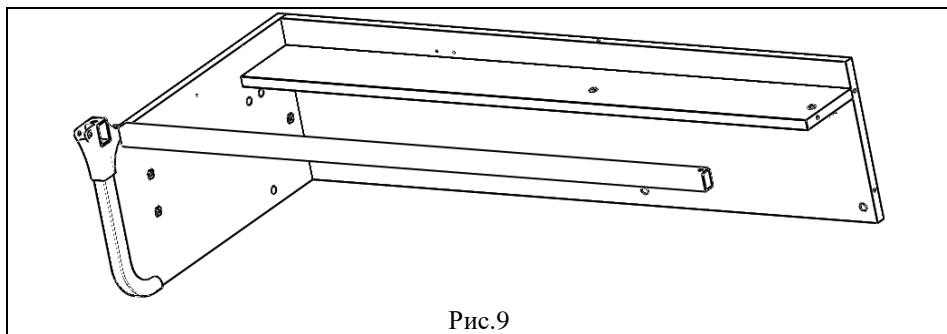

Рис.9
5.1.6. Вставить СУТ.42.132 Опору в отверстие основания шарнира в сборке по п. 5.1.5, расположенного на стенке боковой, см. рис. 9.